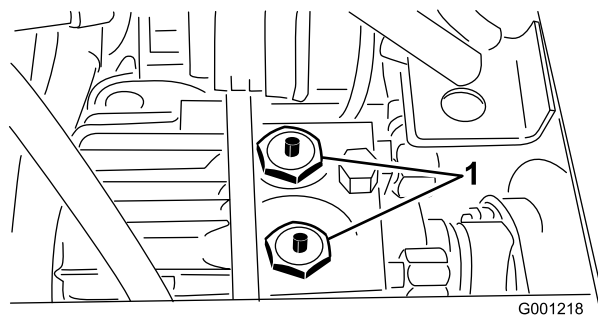

Figura 33
- Mantenha pressionado os pinos que estão a meio das estruturas das 2 válvulas de verificação, na parte superior da transmissão (Figura 33), enquanto empurra
ou reboca a máquina. Na Figura 33, o banco e a respectiva placa de montagem foram retirados.